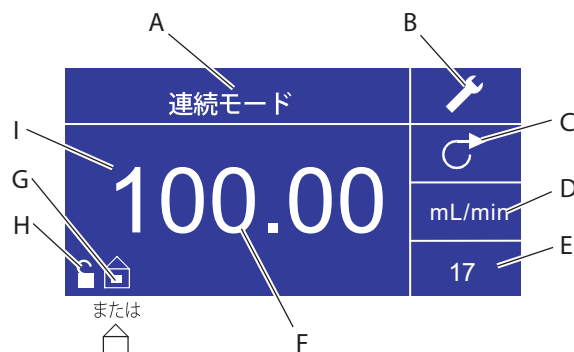

図 3-2. 連続モードスクリーン
- F. **現在の流量** 中央の桁は、右側に表示されている選択された単位での、駆動部の流量を示しています (図3-2、位置D参照)。